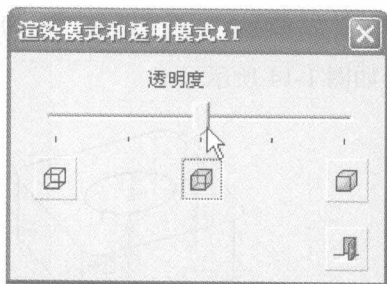

图 1-18
④【局部操作对话框】：打开渲染模式和透明模式对话框，设置所选择的曲面的透明度，如图 1-18 所示。拖动滑块可以调节透明度，到达合适的位置后单击【关闭】退出。单击对话框中的图标等同上述显示功能。